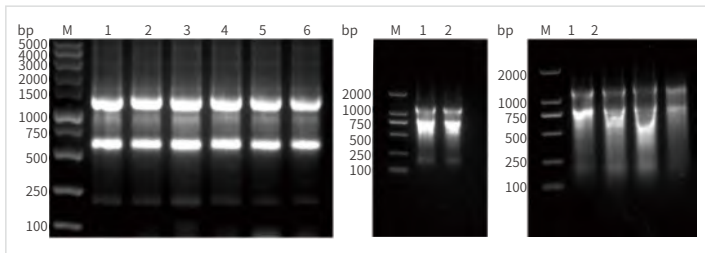

图1 总RNA跑胶示例图
- 2) 总RNA质量检测：配置1%的琼脂糖胶，取2μL总RNA与loading buffer混匀后跑胶，胶槽需要用超纯水冲洗干净，电泳缓冲液也需要换成新的，在200V恒压下跑胶15min后扫胶，如图1所示，质量好的RNA在琼脂糖凝胶上可观察到两条明亮的条带，28S:18S RNA的比例可以评估总RNA的完整性，真核RNA的理论28S:18S比率约为2:1。对于哺乳动物的总RNA，带的强度比应为1.5~2.5:1。